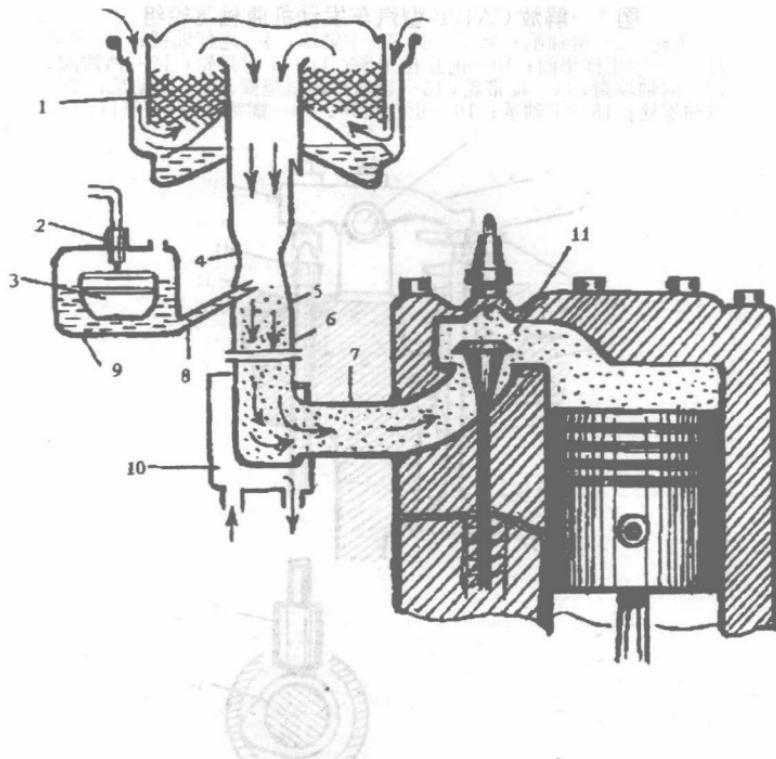

图 7 化油器构造及工作原理示意图
(3) 燃料供给系。这部分的作用是向气缸供入新鲜可燃混合气并导出废气，以便使发动机的连续工作获得充足的能源，这部分的主要机件有，化油器、汽油泵、汽油滤清器、油箱、进排气歧管等（见图 7~图 11）。